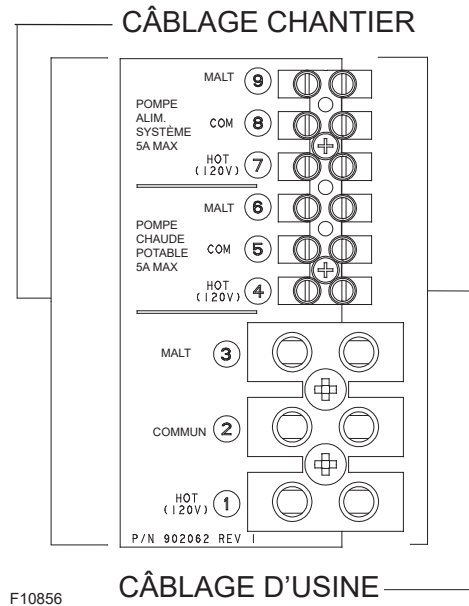
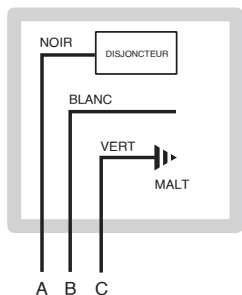
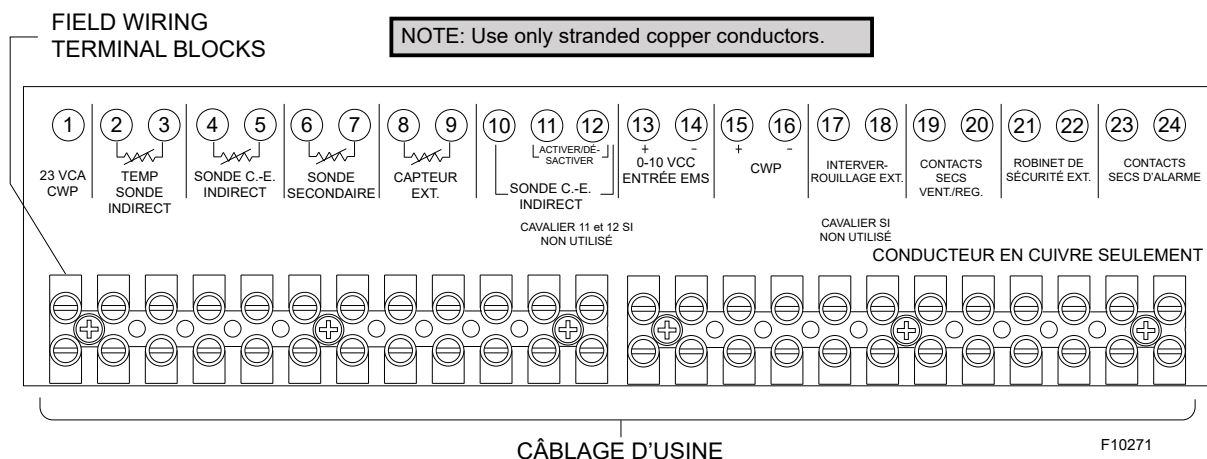

Figure 20. Raccordements électriques
Figure 21. Raccordements d'alimentation
Figure 24. Câblage basse tension au chantier
Tous les raccordements de câblage haute tension doivent être effectués dans la boîte de jonction arrière, comme illustré à la **Figure 20**. Si requise, une pompe de chauffe-eau indirect nécessitant 5 A ou moins peut être alimentée par les bornes 4 (Hot), 5 (Com) et 6 (Gnd). Une pompe système nécessitant 5 A ou moins peut être alimentée par les bornes 7 (Hot), 8 (Com) et 9 (Gnd). La pompe de la chaudière doit être alimentée par un circuit de 30 A comportant un contacteur. Les pompes doivent être alimentées par des circuits de 30 A distincts comportant un contacteur. Les conducteurs d'alimentation de la chaudière MVB doivent être raccordés aux bornes 1, 2 et 3, comme indiqué à la **Figure 20**. Le câblage basse tension, y compris celui des capteurs, dispositifs d'asservissement ou d'activation/désactivation et autres options, doivent être raccordés aux bornes 1 à 24 du panneau avant, comme indiqué à la **Figure 24**.
⚠ AVERTISSEMENT: à l'aide d'un multimètre, mesurez les tensions comme demandé sur le panneau de distribution, avant d'y connecter tout équipement. Assurez-vous que la polarité du système électrique est uniforme et vérifiez le bon raccordement de la MALT (voir Figure 21).
Voir **Figure 20** et **Figure 21**.
Raccordez les bornes Enable/Disable au bornier de l'appareil (voir **Figure 24**). Toute fermeture des contacts secs, notamment ceux d'un thermostat distant reliés à ces bornes, mettra l'appareil MVB en marche. Veillez à ce qu'aucune des bornes ne soit mise à la terre.
2. Si le système doit comporter une sonde extérieure (option B-32), connectez-la aux bornes marquées OUTDOOR SENSOR (voir **Figure 24**). Veillez à ce qu'aucune des bornes ne soit mise à la terre.
2. Pour activer cette fonction de commande à distance, réglez le micro-interrupteur DIP 5 à la position UP sur la carte PIM. Le micro-interrupteur DIP 5 bascule entre un signal EMS (UP) ou le signal VERSA (DOWN). Le micro-interrupteur DIP 2 de la carte PIM bascule entre une entrée Direct Drive (UP) et une température de consigne cible (DOWN).
4. Connectez un système de gestion de l'énergie ou tout autre module de commande auxiliaire aux bornes marquées 0-10V (+/-) (voir **Figure 24**). Portez une attention particulière pour éviter que toute partie du circuit +0-10 V n'entre en contact avec une surface mise à la terre.
3. Connectez le débitmètre de la boucle secondaire aux bornes 6 et 7 du bornier du module PIM de la chaudière principale (voir **Figure 24**).
4. Connectez le capteur de température extérieur aux bornes 8 et 9 du bornier de la chaudière principale (voir **Figure 24**).
5. Connectez le câblage Enable/Disable aux bornes 11 et 12 du bornier de la chaudière principale (voir **Figure 24**). Cette connexion doit être fournie par la fermeture des contacts secs.
Il est possible de raccorder une sirène ou un clignotant aux contacts d'alarme du bornier. Les bornes de l'alarme sont des contacts secs d'une capacité de 3A devant être raccordés à un relais normalement ouvert qui se referme en cas de panne ou de verrouillage. La tension maximale à travers ces contacts est de 30 VCA ou 30 VCC. Voir Connexions à effectuer au chantier, **Figure 24**.